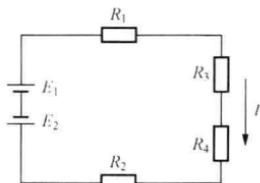

图 A-2
Lb5A1037 在如图 A-2 所示的电路中, 若 $E_1=60\text{V}$, $E_2=30\text{V}$, $R_1=R_2=2\Omega$, $R_3=10\Omega$, $R_4=16\Omega$, 则 I 为 (C)。